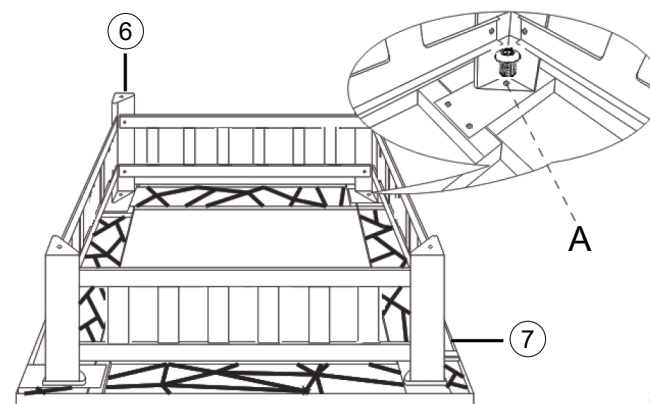

Fig.3
Fissare le gambe (6) ai telai superiori (7) con i bulloni (A). Serrare tutti i raccordi di conseguenza con una chiave a brugola (D) (in dotazione) e una chiave regolabile finché tutte le parti non si incastrano saldamente. Capovolgere il telaio del braciere assemblato in modo che poggi saldamente (gambe in basso) su una superficie piana (vedere Fig. 3).